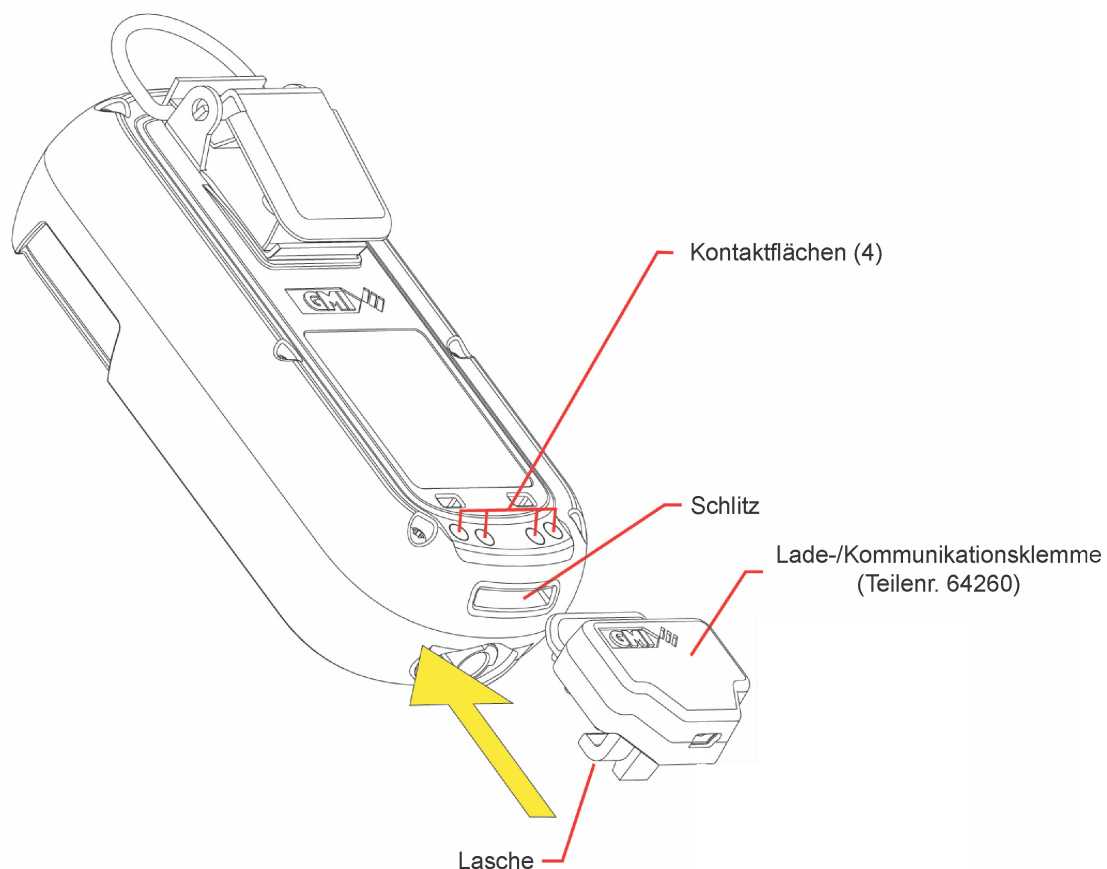

Abbildung 37: Verbindung der Lade-/Kommunikationsklemme
1. Schließen Sie die mitgelieferte Lade-/Kommunikationsklemme an den Monitor an. Vergewissern Sie sich, dass die Lasche an der Klemme in den Schlitz des Monitors einrastet und fest sitzt (siehe die Abbildung 37: Verbindung der Lade-/Kommunikationsklemme).